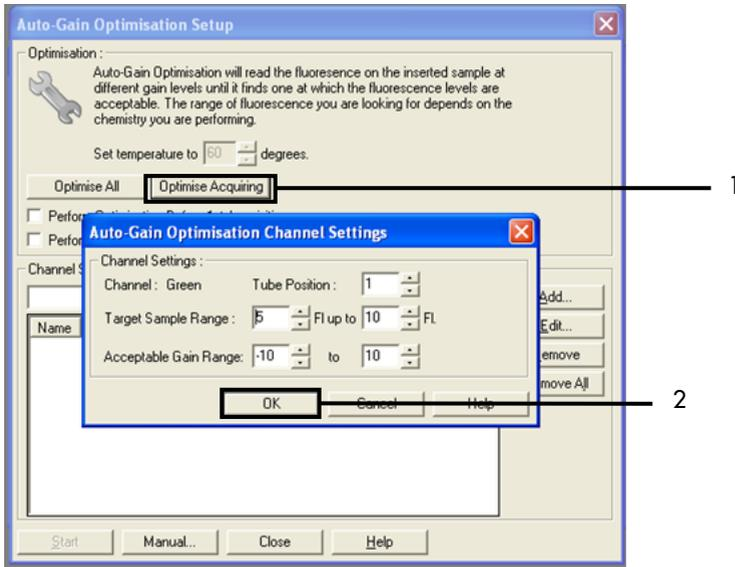

Figura 30. Optimización de la ganancia automática para el canal Green. 1 = "Optimise Acquiring" (Optimizar adquisición); 2 = "OK" (Aceptar).
13. Haga clic en Optimise Acquiring (Optimizar adquisición). Para cada canal, se muestra la configuración de canal. Haga clic en OK (Aceptar) para aceptar estos valores predeterminados para ambos canales. (Figura 30).